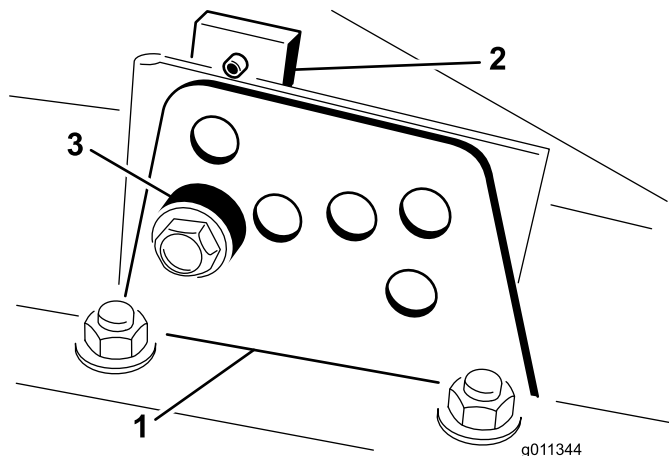

Figura 18
2. Allentate il bullone che fissa ogni staffa dell'altezza di taglio alla relativa piastra (lati anteriore e laterali) (Figura 18).